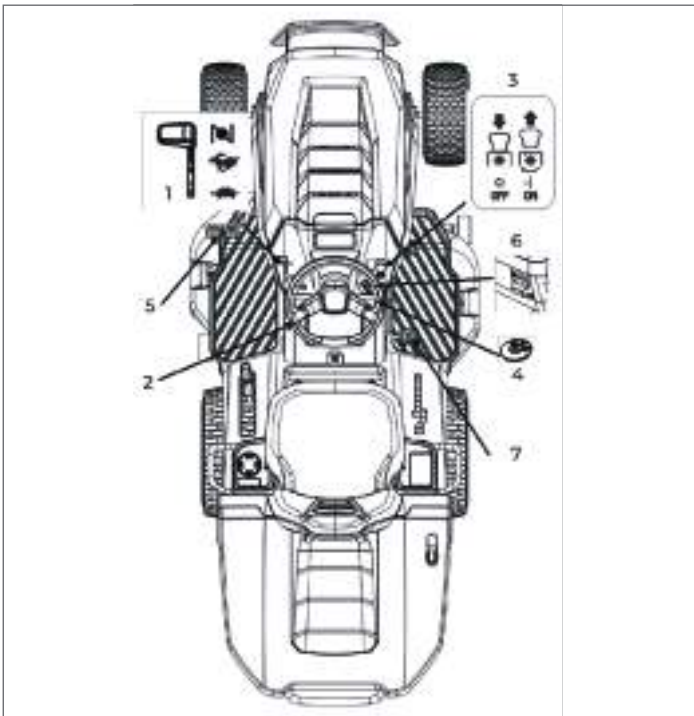

Рис. 13
7.1 Рычаг газа (рис. 13, поз. 1)
7.2 Рулевое колесо (рис. 13, поз. 2)
7.3 Кнопка пуска/остановки режущей гарнитуры (рис. 13, поз. 3)
7.4 Ключ зажигания (рис. 13, поз. 4)
7.5 Педаль тормоза (рис. 13, поз. 5)
7.6 Рычаг стояночного тормоза (рис. 13, поз. 6)
7.7 Педаль движения (рис. 13, поз. 7)